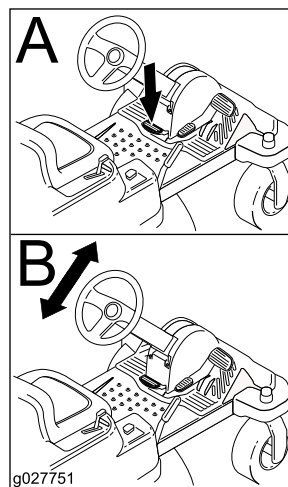

Figura 10
2. Mueva el volante a la posición deseada (Figura 10).